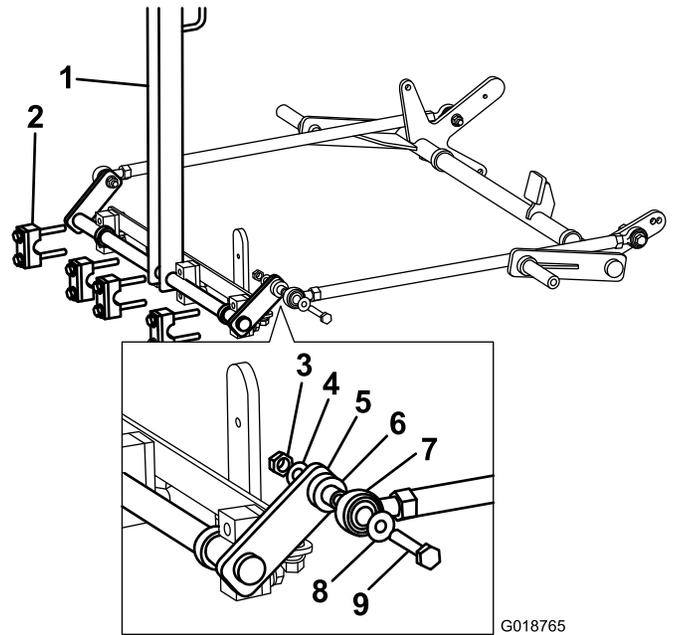

Figura 4
2. Coloque el perno a través de la arandela, el extremo de la varilla, el casquillo, la barra y la arandela, y sujete todo con la tuerca (Figura 4).